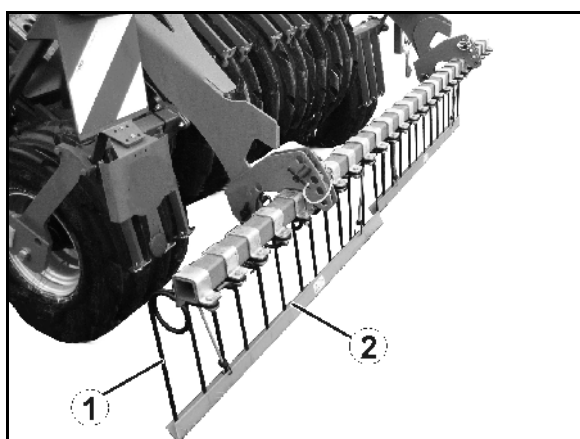

Fig. 8
Efterstrigle (Fig. 8/1):
- Trafiksikring (Fig. 8/2) til efterstrigle ved transport på vej